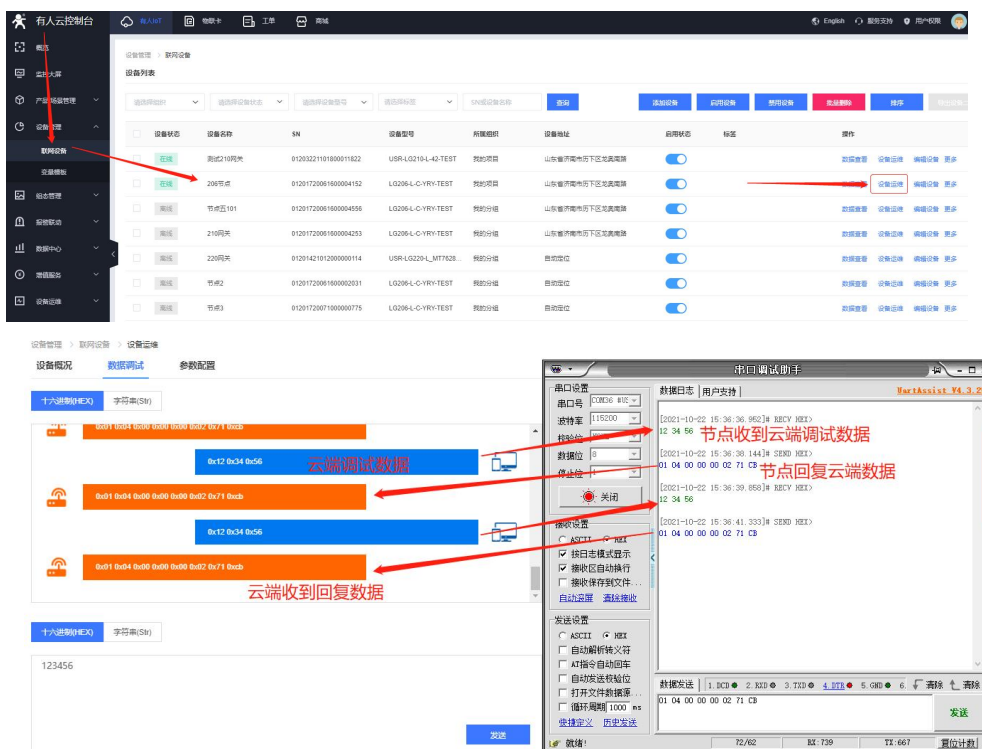

图 24 数据调试示例
(3) 使用数据调试窗口测试数据，在有人云平台选择节点设备——点击设备运维——进去之后选择数据调试——调试窗口发送数据，节点端收到数据，节点端回复数据，调试窗口接收到回复数据，如“图 24”数据调试示例。